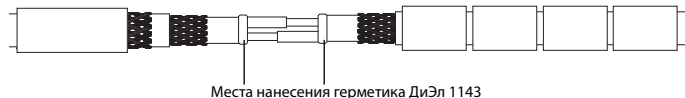

Рис. 5
- 5.9. Сдвинуть на соединения термоусаживаемые трубки ТТК 4,5/2,5 и термоусадить их с помощью воздушного термопистолета ($T=350\text{ }^{\circ}\text{C}$) (рис. 5). Затем нанести клей-герметик силиконовый ДиЭл 1143 в указанных местах (рис. 5).